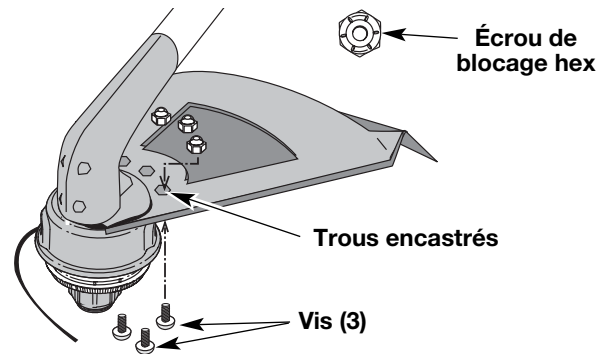

Fig. 3
2. Placez un écrou de blocage hex dans l'un des trois trous encastré, sur le dessus du protecteur d'accessoire de coupe (Fig. 3).
3. Introduisez une vis dans le trou du bas du protecteur d'accessoire de coupe et vissez-la dans l'écrou posé à l'étape 2 (Fig. 3). Évitez de serrer.